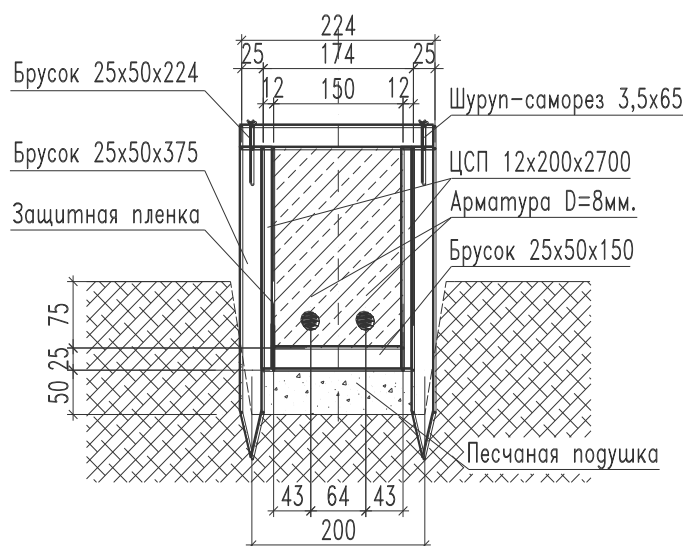

рис.5 – Опалубка для монолитного ленточного фундамента.
- 11) В угловых стыках необходимо использовать бруски 25х100, как показано на рис.1. По вертикали доски крепить между собой шурупами – саморезами 3,5х65 по 3 шт. (рис.5).